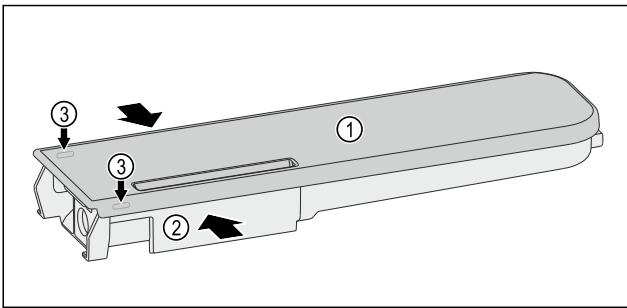

Fig. 173
- Сожмите бак для воды Fig. 173 (2) и осторожно возьмите крышку Fig. 173 (1) за фиксирующие выступы Fig. 173 (3) и потяните ее вверх.
- Слегка подвигайте крышку Fig. 173 (1) вперед и назад и снимите, приподняв вверх.